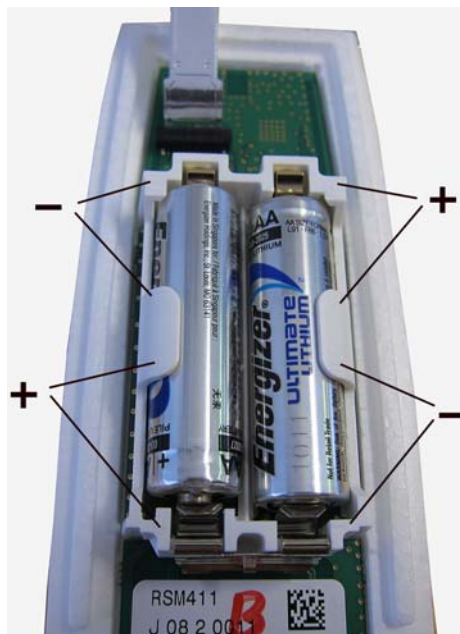

Figure 26 **Symbole de polarité du porte-batteries RS41**
5. Avant de mettre en place les nouvelles batteries, vérifiez soigneusement les symboles de polarité de la batterie sur le porte-batteries de la radiosonde. Reportez-vous à la Figure 26 en page 47 pour une illustration des symboles de polarité du porte-batteries de RS41.